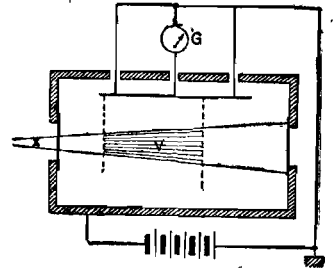

Figure 2
b) **Chambre d'ionisation (Fig. 2).** — Ces mesures se font en ionisant un gaz contenu dans une enceinte fermée; c'est la chambre d'ionisation. Dans cette chambre se trouvent deux pièces métalliques, les électrodes. Certaines conditions doivent être remplies par ces éléments pour que les mesures soient correctes.